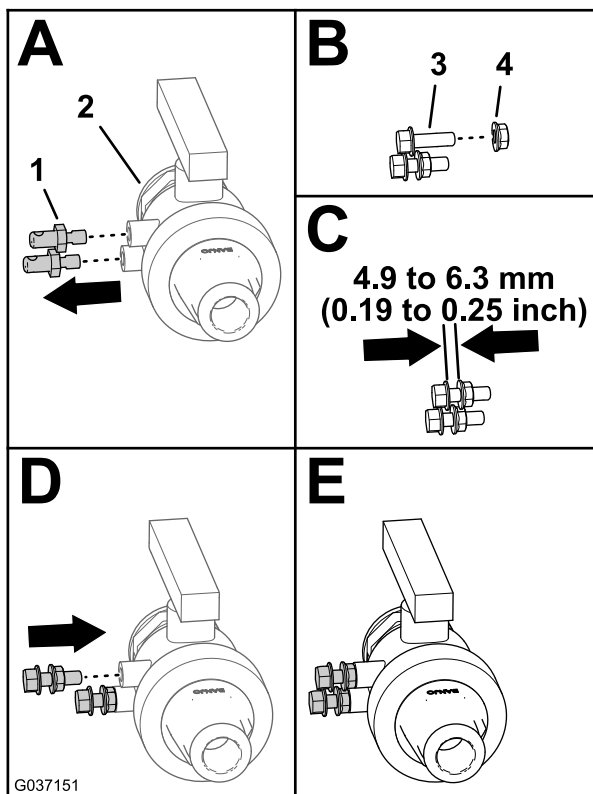

Bild 15
1. Entfernen Sie die beiden Montagestifte vom Ablassventil (Kasten A in Bild 15).
(5/16" x 1"), wie in (Kasten B und C in Bild 15) dargestellt.
3. Befestigen Sie die Sicherungsbundmutter und die Bundkopfschrauben am Ablassventil und ziehen Sie sie mit einem Schraubenschlüssel an (D und E in Bild 15).